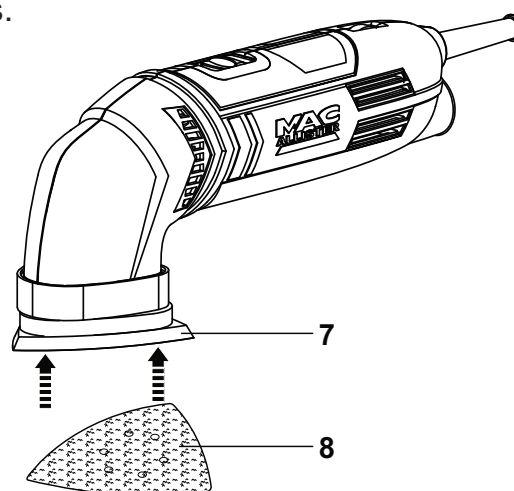

Fig. 1
- > Appuyez légèrement sur la feuille [8] pour la fixer au plateau de ponçage [7] (Fig. 1).